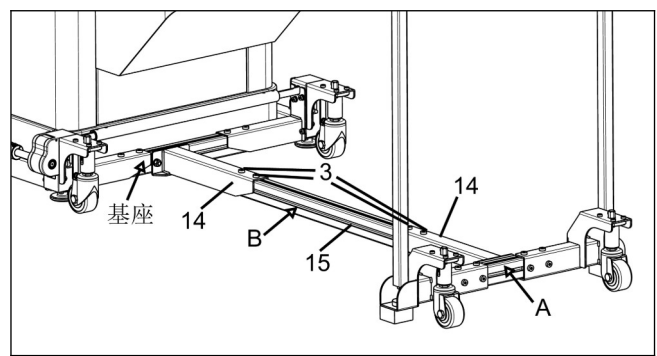

图 23
d.将延伸杆组件“B”一端与基座固定，另一端与支腿托架组件“A”固定；调整延伸杆“15”位置，使其两端插入延伸杆支架“14”内长度大于 80mm；最后旋紧所有紧固件“3”。（见图23）